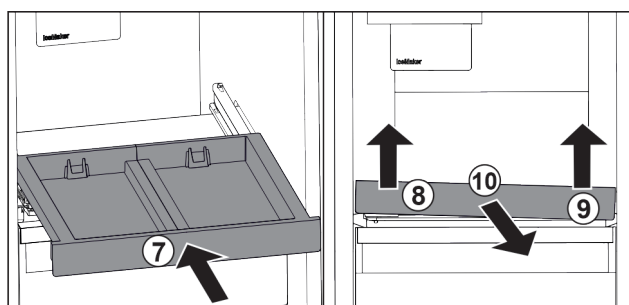

Fig. 102
- Skyv inn uttreksplaten. Fig. 102 (7)
- Løft opp uttreksplaten på venstre side foran. Fig. 102 (8)
- Løft opp uttreksplaten på høyre side foran. Fig. 102 (9)
- Ta ut uttreksplaten forover. Fig. 102 (10)